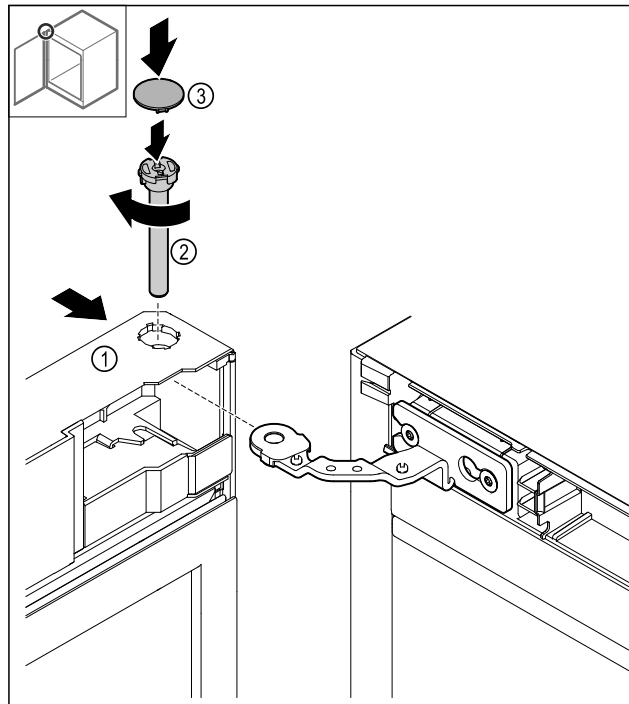

Fig. 48
- ▶ Плъзнете вратата Fig. 48 (1) отгоре върху пантата.
- ▶ Вкарайте болта Fig. 48 (2) и го затегнете в посока на часовниковата стрелка.
- ▶ Нахлузете капака Fig. 48 (4).